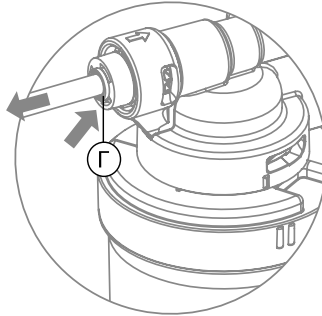

Рис. 17
2. Удерживая цанговое кольцо (Г) прижатым к основанию фитинга, потяните на себя пластиковую трубку и извлеките ее из фитинга (рис. 17).